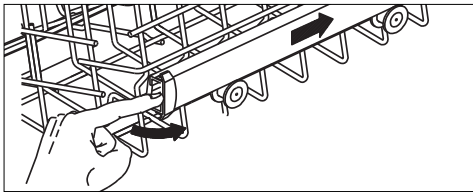
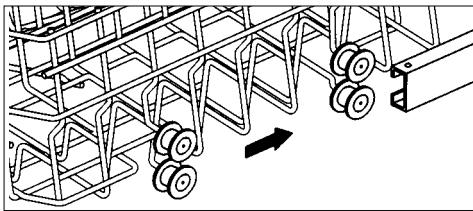

fig. 7
fig. 8
- Tirez entièrement le panier vers l'avant, puis ouvrez à gauche et à droite les caches (voir fig. 7). Sortez le panier du lave-vaisselle. Placez l'autre jeu de roulettes dans les rails (voir fig. 8). Repoussez le panier dans la machine. Remettez ensuite les caches.